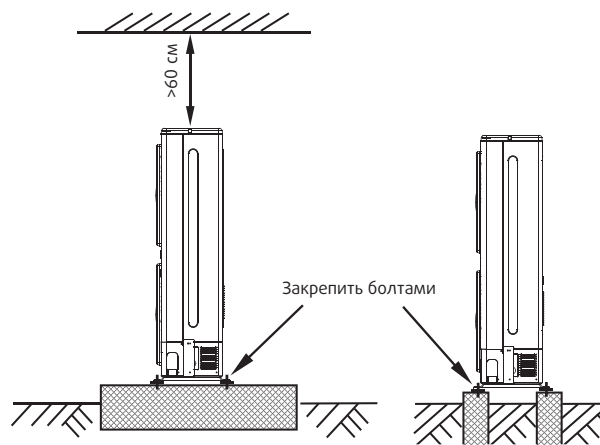

Рис. 3-6
- При сооружении бетонного основания руководствуйтесь техническими условиями для наружных блоков (см. рис. 3-6). Надежно закрепляйте болтами опоры устройства, чтобы исключить его падение в случае землетрясения или сильного ветра (см. рис. 3-6).